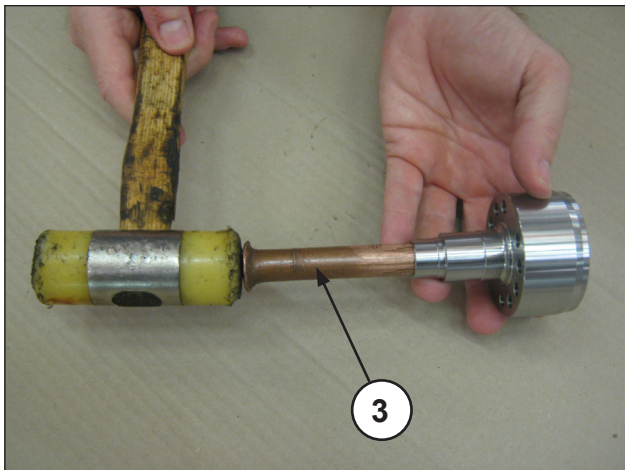
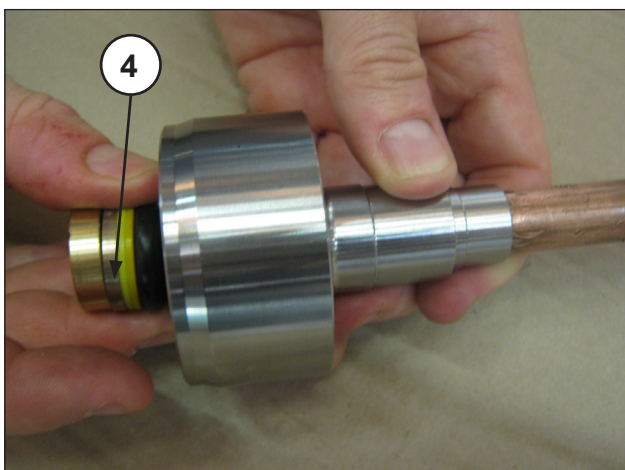
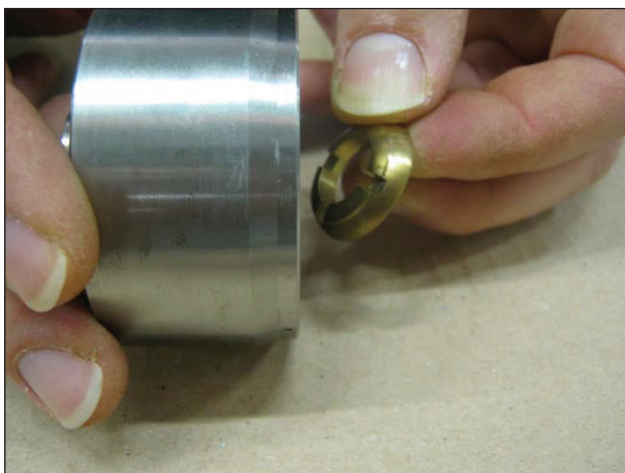

Fig. 34
Fig. 35
Fig. 36
- Con el soporte de las juntas HP desmontado y utilizando la clavija adecuada (pos. ③ Fig. 34), extraer el paquete HP (alta presión) (pos. ④ Fig. 35) y, por último, la anillo de cabecera (Fig. 36).
Sustituir el paquete HP (Fig. 35, pos. ④) cada vez que se realicen operaciones de desmontaje.